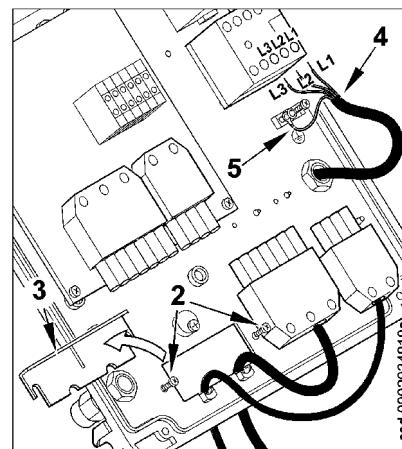

Рисунок 2
- 2) Ослабьте винты (2). После того, как Вы сняли кабельный зажим (3), пропустите через отверстие 7-штырьковый и 4-штырьковый разъемы (см. рис. 2). Соедините питающие кабели (4) к удаленному выключателю, закрепите заземляющий кабель (5) и затяните соответствующий хомут.
- 3) Поместите кабельный зажим, как указано на рисунке 3. Поверните эксцентрик (6) так, чтобы зажим должным образом надавил на два кабеля, после этого затяните винты, фиксирующие зажим. Наконец, соедините два разъема 7-ми и 4-штырьковый.